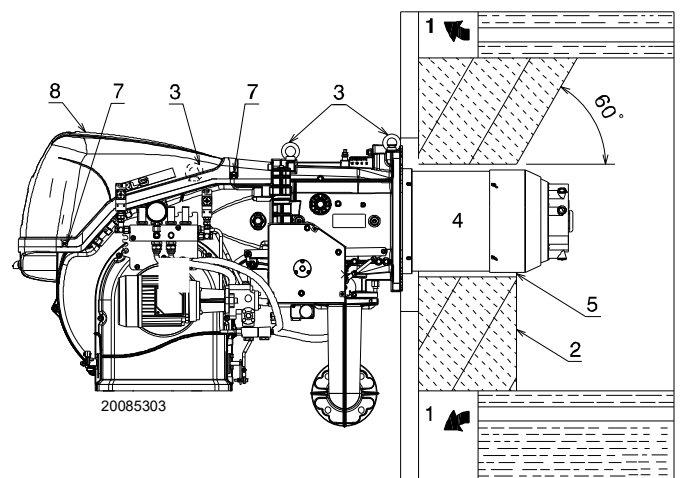

Fig. 13
Pour les chaudières avec circulation des fumées sur l'avant 1)(Fig. 13), ou avec chambre à inversion de flamme, réaliser une protection en matériau réfractaire 5), entre le réfractaire de la chaudière 2) et le cône flamme 4).
Prévoir un système de levage adéquat capable de s'engager dans les anneaux 3)(Fig. 13).
- Introduire la protection thermique fournie de série sur la buse 4)(Fig. 13).